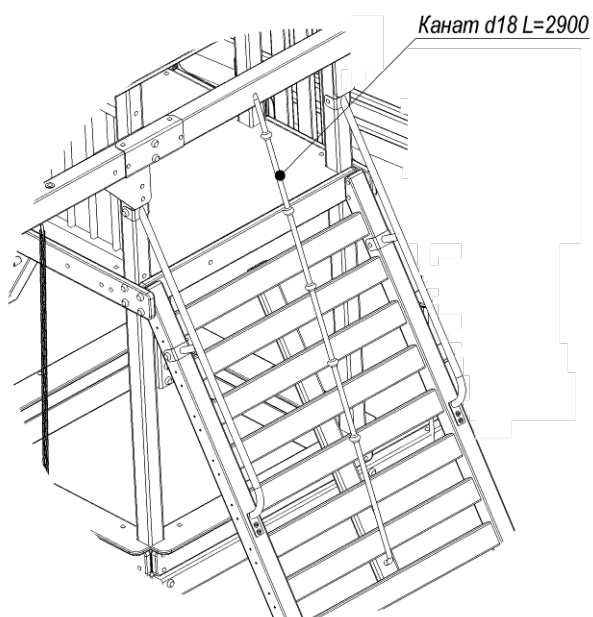

Рис.13 «Кріплення каната на підйомі»
16) На підйомі закріпити канат (рис.13):